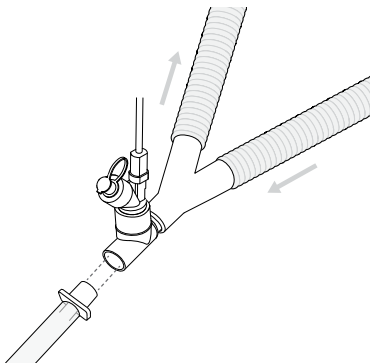

Figura 8. Il sistema Aerogen Solo è collocato tra il raccordo a Y e il tubo endotracheale
- Il sistema Aerogen Solo può essere collocato tra il raccordo a Y e il tubo endotracheale, come mostrato in figura 8. Il sistema Aerogen Solo può essere usato con uno scambiatore di calore-umidità (HME) che potrebbe contenere un filtro.